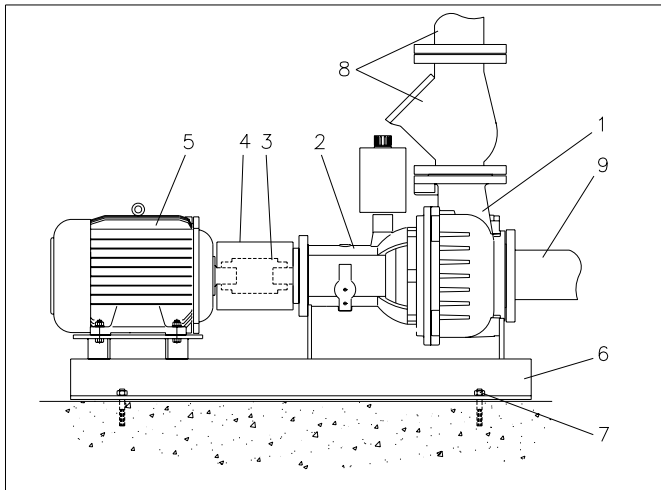

Fig. 7.1
Når pumpen opstilles horisontalt, jfr. fig. 7.1.
- Grundpladen fæstnes til funderingen ved de 4 befæstelseshul jfr. fig. 7.1. pos. 7.
Fjern beskyttelsedækslet, jfr. fig. 7.1 pos. 4.
- Foden fæstnes til funderingen ved de 4 befæstelseshul jfr. fig. 7.1. pos. 7.